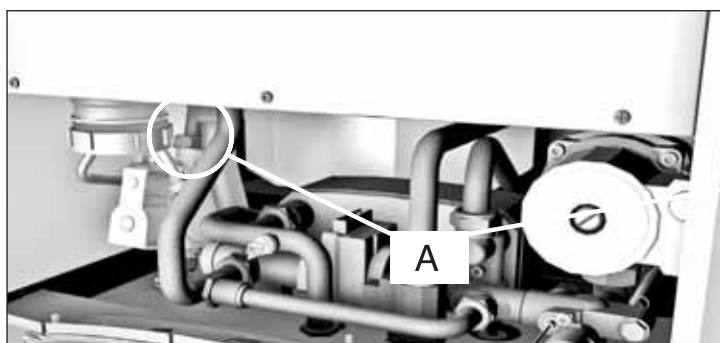

fig. 25
- Svitare il collegamento in uscita alla valvola gas (A in fig. 25).
- Ripristinare il collegamento in uscita alla valvola gas precedentemente scollegato (A in fig. 25).